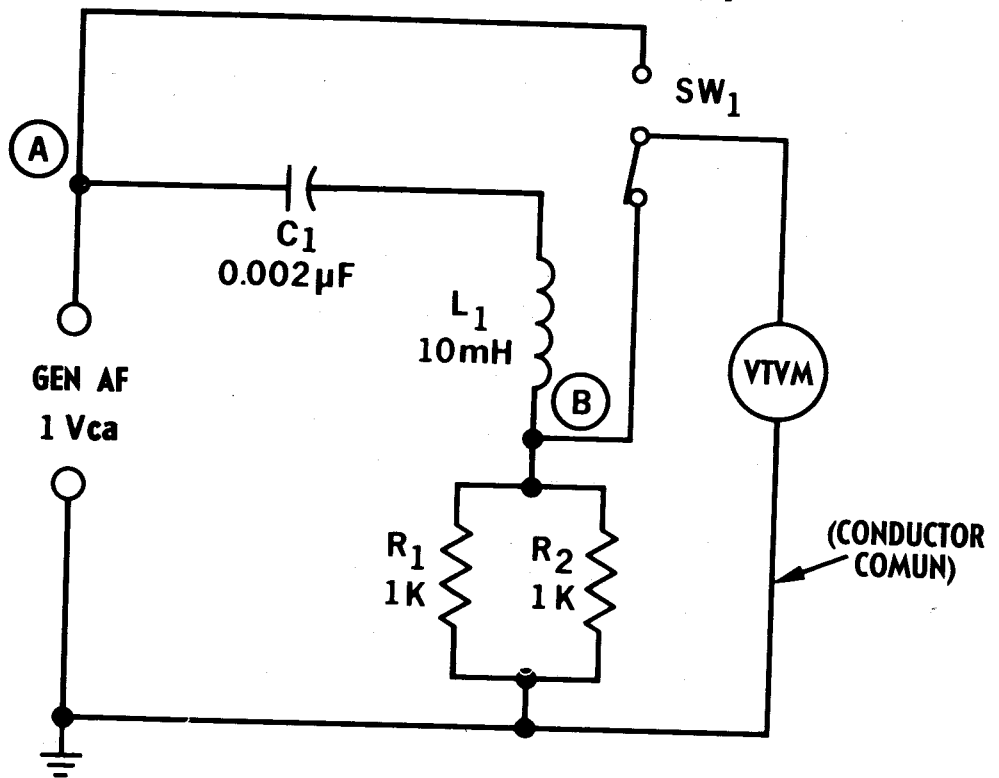

Fig. 38-4
- Intercambie R (R_1 y R_2 en paralelo) por C_1 en el circuito (Fig. 38-4). Sin cambiar la frecuencia del generador de AF, de la resonancia, conecte el VTVM al punto A y compruebe la salida de 1 volt. Cambie ahora el VTVM a B y mida la tensión en R, en resonancia.
NOTA: para ahorrar tiempo, use el circuito de la Fig. 38-4 para las mediciones de E_R en todas las frecuencias, antes de reconectar el circuito para medir E_L . Repita todas las mediciones de E_C antes de cambiar el circuito para medir los valores de E_C .